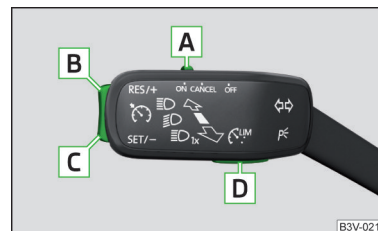

Fig. 295 Elementele de comandă ale sistemului de menținere automată a vitezei de deplasare
Prezentare generală a elementelor de operare a GRA » fig. 295
- Prin acționarea tastei **D** » fig. 295 în timpul reglării, aceasta se întrerupe și se dezactivează limitatorul de viteză.